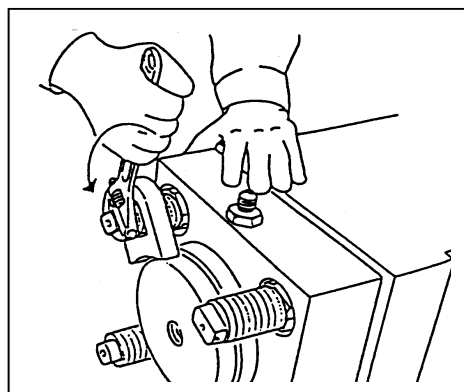

Fig.13
15. Nadat de bouten zover zijn ingedraaid dat ze contact maken met het vlak van het van schroefdraad voorziene gat, **dienen de bouten 90 tot 180 graden losgedraaid te worden.** Zie Fig.13.